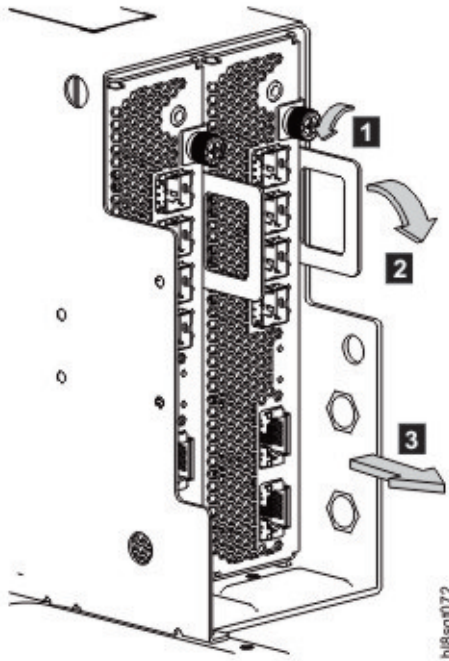
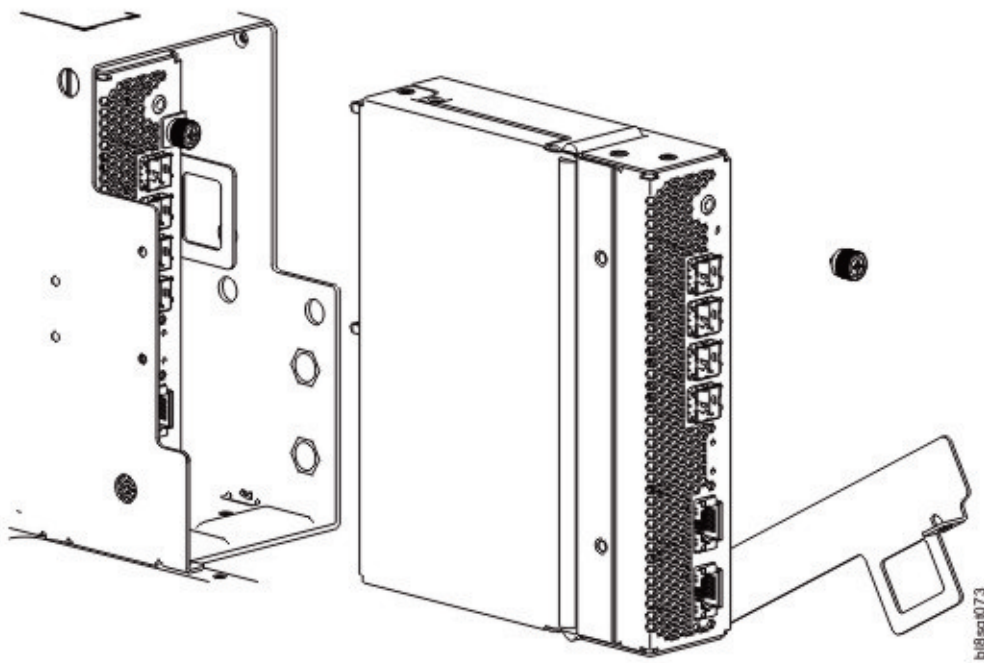

Figure 75. Retrait d'un module d'extension d'E-S/EBOD (1 sur 2)
Figure 76. Retrait d'un module d'extension d'E-S/EBOD (2 sur 2)
3. Déverrouillez la poignée de verrouillage du module d'extension d'E-S/EBOD en desserrant la vis moletée dans le sens contraire des aiguilles d'une montre, comme illustré au détail n°1 de la figure 75, à la page 89.
4. Saisissez la poignée de verrouillage du module d'E-S entre le pouce et l'index et tirez. Faites basculer la poignée vers le bas pour retirer le module d'extension d'E-S/EBOD du boîtier en faisant levier, comme illustré aux détails n°2 et 3 de la figure 75, à la page 89.
5. Tenez la poignée de verrouillage et tirez le module d'extension d'E-S/EBOD hors de son emplacement, comme illustré à la figure 76.
**Remarque :** Au cours de la procédure suivante, reportez-vous à la figure 76, à la page 89 et à la figure 75, à la page 89 mais ignorez la flèche directionnelle. Lors de son installation, le module d'extension d'E-S/EBOD sera inséré dans le sens contraire de la flèche indiquée.